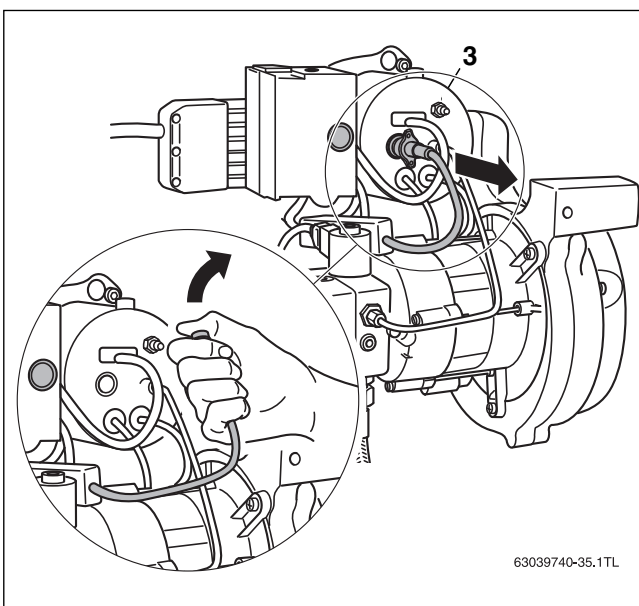

Bild 37 Flammenfühler auf Funktion prüfen
- ▶ Flammenfühler bei laufendem Brenner am vorgesehenen Griff aus der Halterung ziehen (→ Bild 37, [3]).
- ▶ Flammenfühler abdecken (→ Bild 37, [1]). Es muss nach Wiederanlauf eine Störabschaltung erfolgen.
- ▶ Nach einer Wartezeit von ca. 30 Sekunden den Ölfeuerungsautomaten durch Drücken des Entstörtasters (→ Bild 37, [2]) entriegeln.